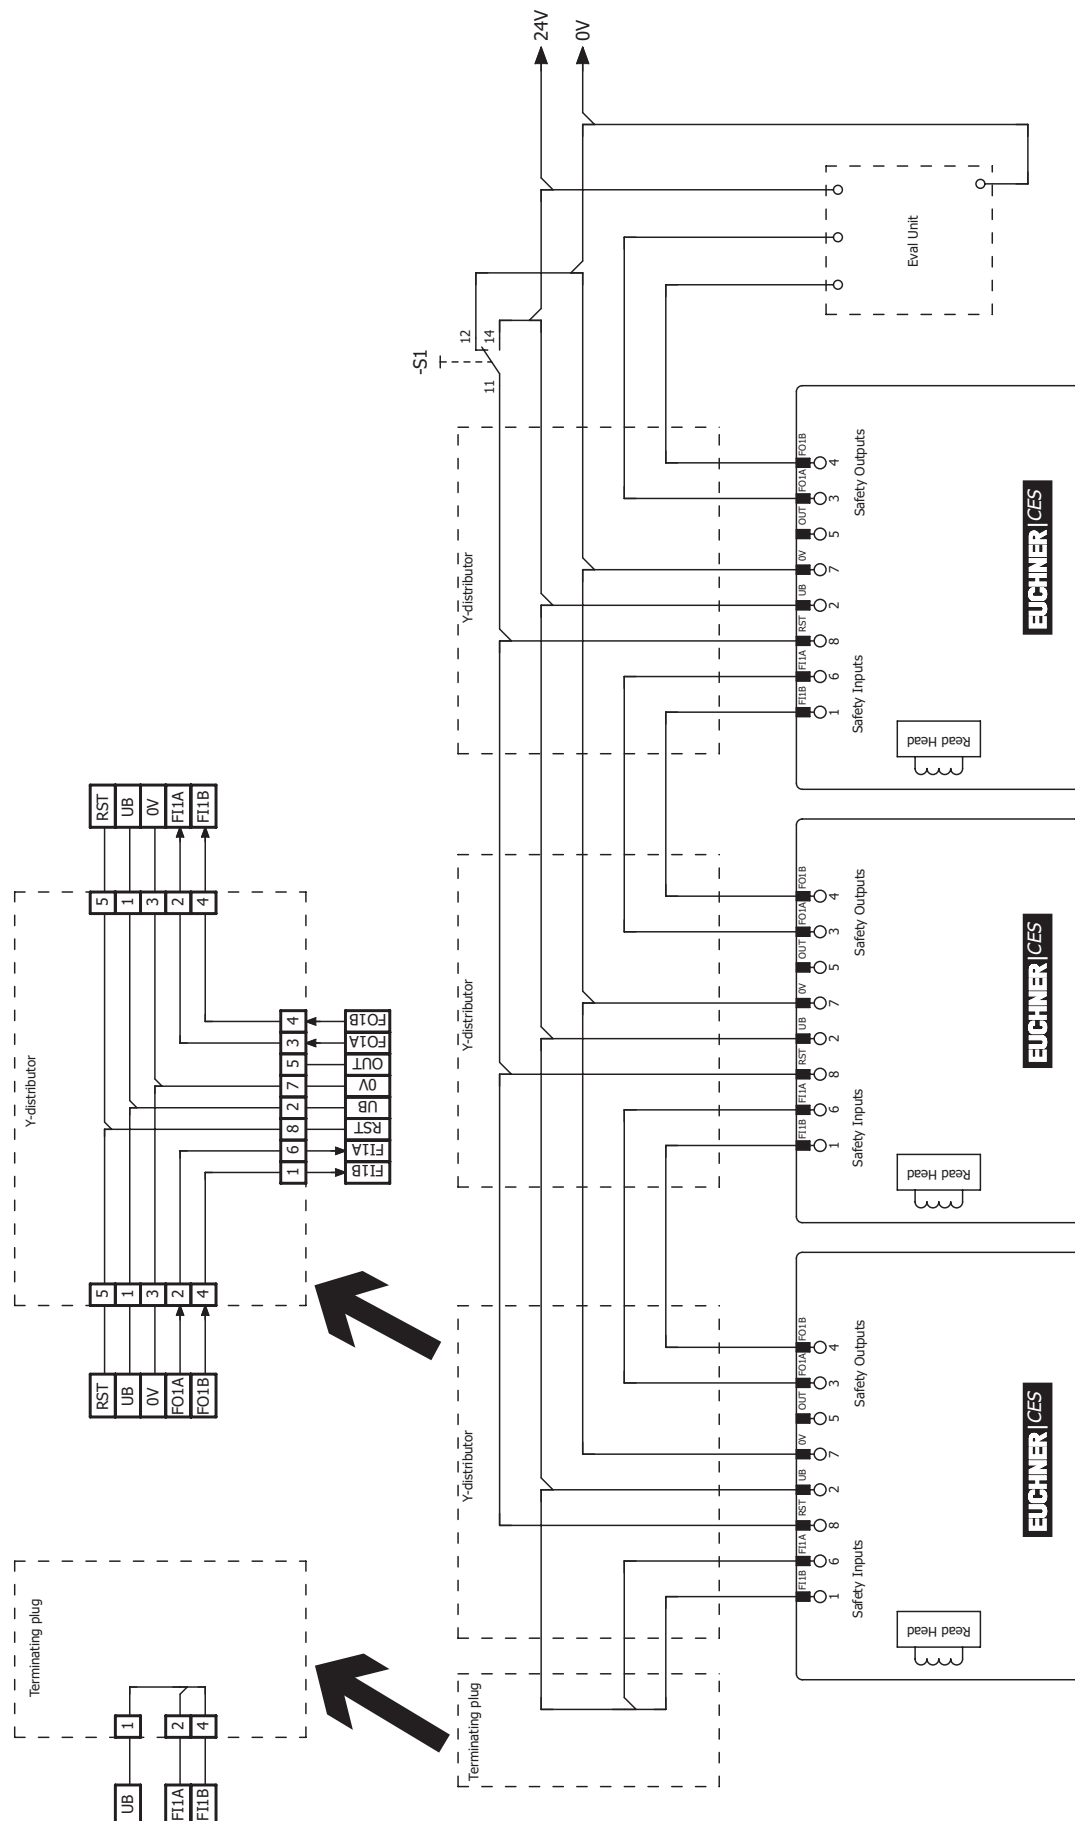

Figure 4 : Exemple de raccordement pour montage en série avec réinitialisation et inverseur
- › Il faut utiliser un signal commun pour tous les interrupteurs en série. Cela peut être un inverseur ou encore la sortie d'une commande / d'un automate. Un bouton ne convient pas car la réinitialisation en cours de fonctionnement doit toujours être sur GND (voir l'interrupteur S1 sur la *Figure 4 à la page 20*).
Pour que cela soit possible, l'entrée RST doit être connectée comme indiqué sur la *Figure 4* à la page 20.